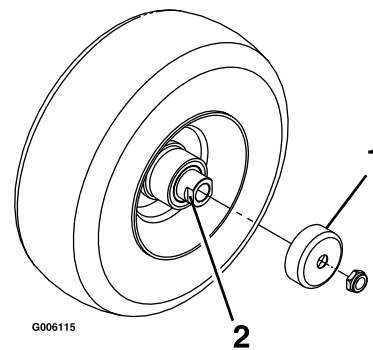

Рисунок 39
4. Снимите ограждения уплотнений со ступицы колеса (Рисунок 39).